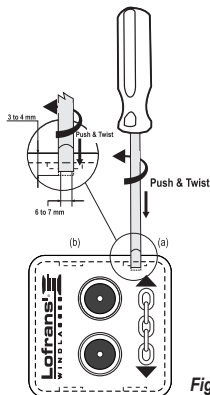

Fig.5
- Pour retirer le couvercle à clipser, faites glisser un tournevis à tête plate, avec une pointe de 6-7 mm de large, entre le couvercle à clipser et le tableau de bord en position (a) puis en position (b) et tournez légèrement la pointe. Poussez la pointe du tournevis d'au moins 3 à 4 mm avant de le tourner. (voir figure 5)